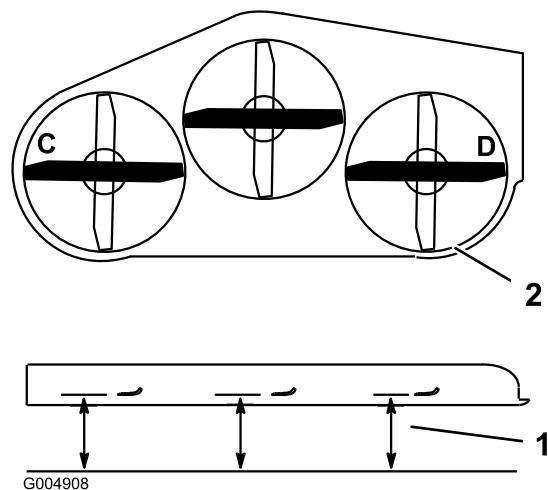

Figure 78
2. Tournez les lames pour les mettre parallèles dans le sens transversal. Mesurez la distance aux points **C** et **D** entre une surface plane et le bord coupant des pointes des lames (Figure 78).